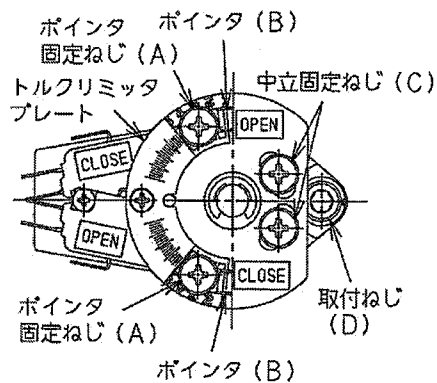

図5 トルクスイッチ
3.8.1 調整要領(各部品は図5を参照してください。)
- ①アクチュエータを手動操作に切り替えます。
- ②リミットスイッチカバーの締付ボルトを緩め、パッキンを傷つけないように、静かに取り外します。
- ③手動操作で、アクチュエータにかかっている負荷を開放します。
- ④変更したい方向のポインタ固定ねじ(A)を緩めて、ご要望の位置にポインタ(B)を動かします。番号表示の大きい目盛にポインタ(B)を動かすと、出力トルクも大きくなります。ポインタ固定ねじ(A)を締め付けます。
- ⑤バルブを電動操作し、所定の機能が満足することを確認します。
3.8.2 トルクスイッチの中立調整(各部品は図5を参照してください。)